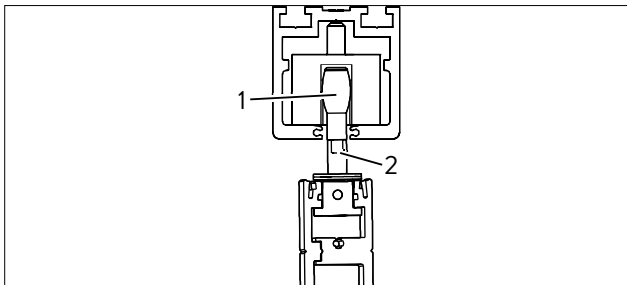

Abb. 45 Drehendflügel lösen
6. Drehendflügel lösen, dazu die Mutter mit einem 17-mm-Maulschlüssel am Bolzen (Abb. 45/1) lösen.
8. Bolzen (Abb. 45/1) über die Schlüssel­fläche (Abb. 45/2) mit einem 8-mm-Maulschlüssel gegen den Uhrzeigersinn lösen.